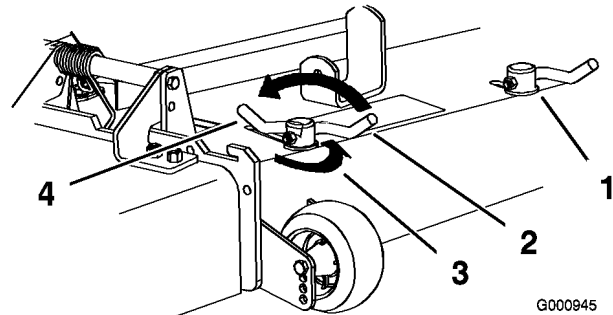

Figura 21
3. Per regolare i blocchi delle camme, alzate la leva per allentare i blocchi (Figura 21).
5. Riportate la leva alla posizione originale per serrare i blocchi del deflettore e delle camme (Figura 21).